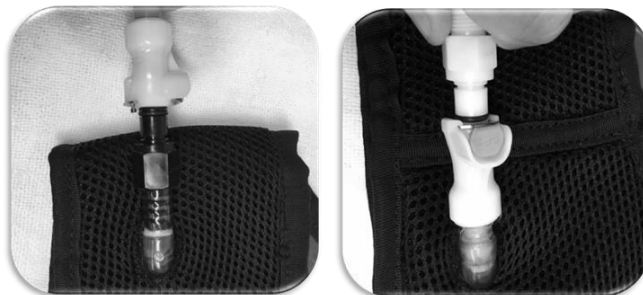

Figura 1 - Conectores entre a bolsa de transporte/reservatório e a veste
8. Conectar as duas tubulações provenientes da bolsa de transporte à veste por meio dos conectores rápidos valvulados até ouvir o clique em cada conexão (Figura 1);